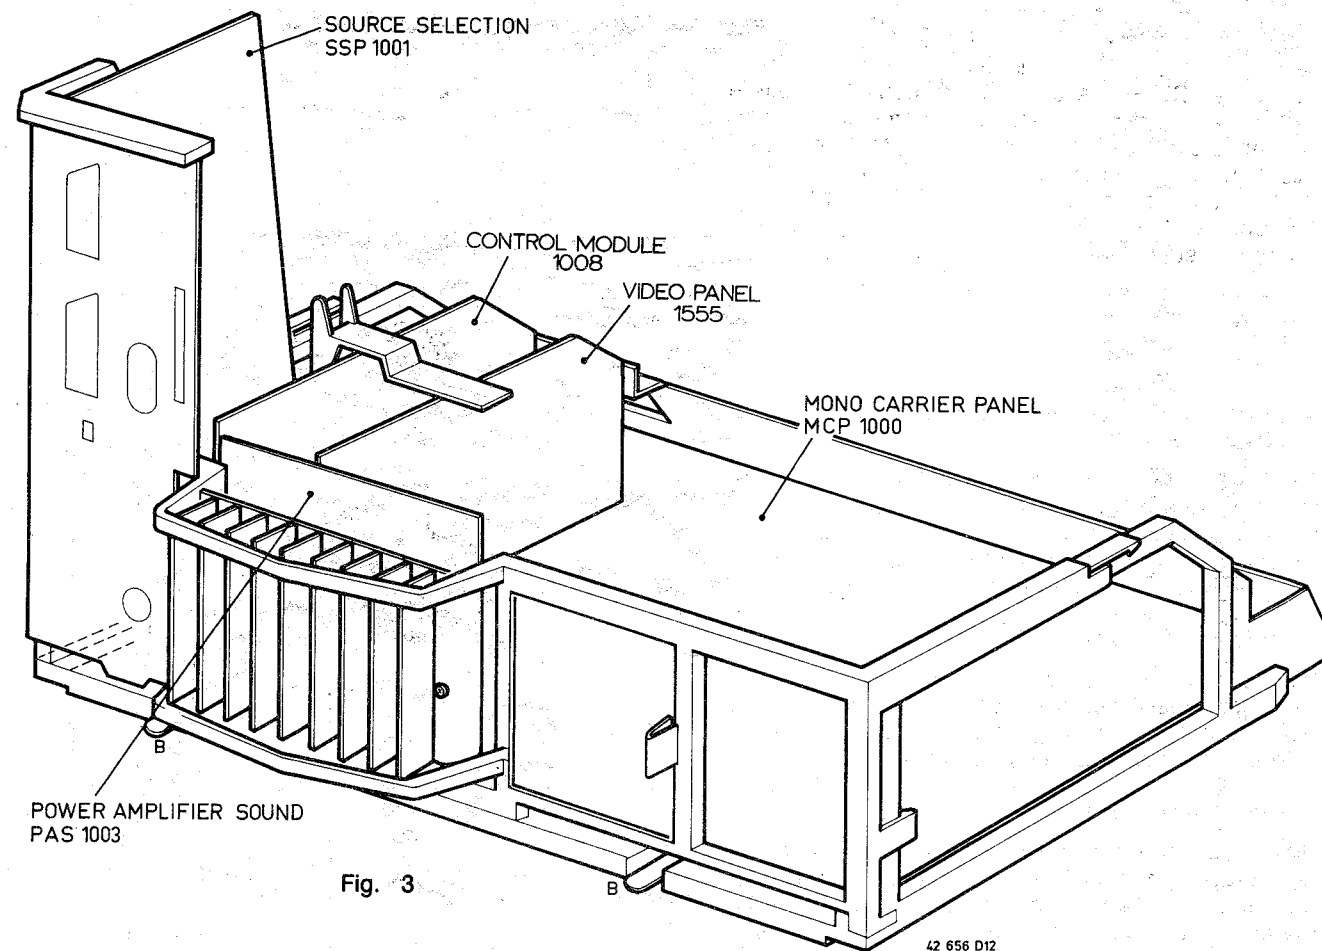

Fig. 3
1. Die Servicestellung des Chassis (siehe Bild 3)